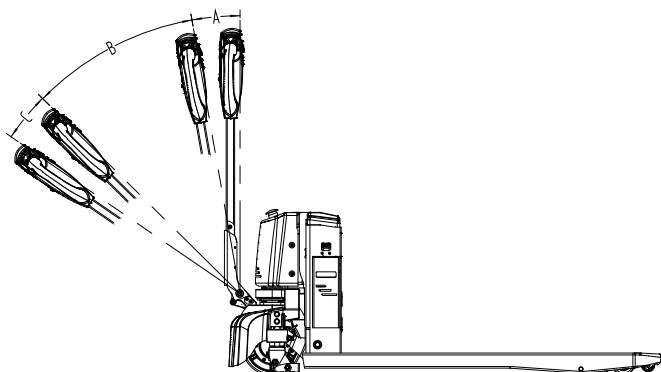

Рис. 12
- Для экстренного торможения быстро поверните рукоятку в положение А или С (рис. 12); тормоза заблокируют колеса для экстренного торможения.